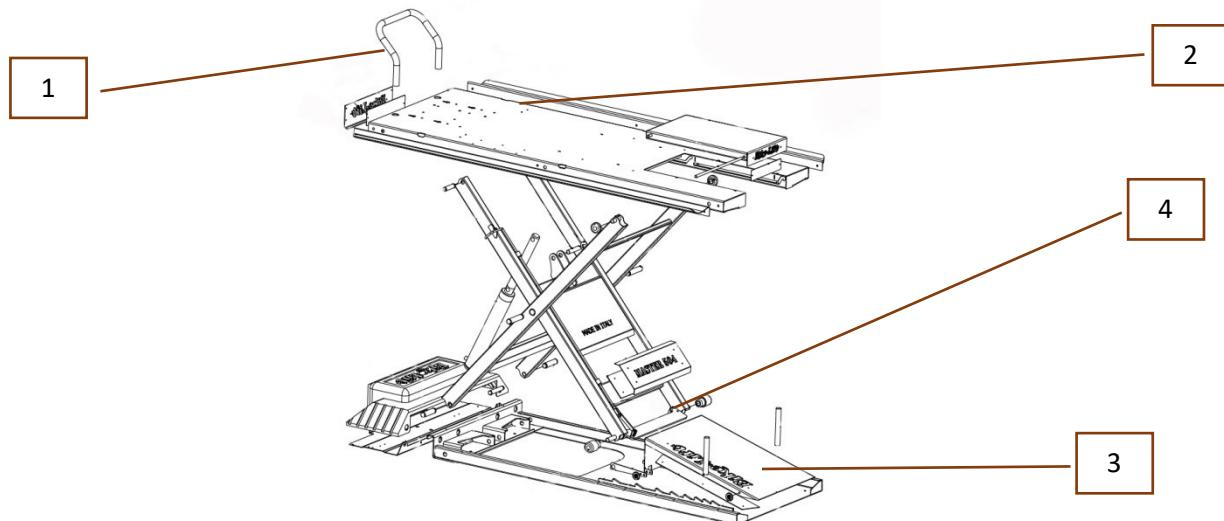

Bild 4 –allgemeines Hebebühnenmodell
Bevor das Fahrzeug auf der Plattform verladen wird, soll zuerst der Radstopper getätigert (Bild 4, [1]), und die Arbeitsebene kontrolliert (Bild 4, [2]) werden, ob diese **vollkommen heruntergefahren** ist.
Mit dem Hebevorgang wie folgt und in Bezug zur verfügbaren Hebeart fortfahren. Sobald die gewünschte Arbeitshöhe erreicht wurde, wird die Hebebühne leicht abgesenkt, um sicherzustellen, dass der Sicherheitsbügel (Bild 4, [4]) in den Sperrblöcken einrastet. Sollte dies nicht der Fall sein, muss die Hebebühne etwas weiter hochgefahren werden, bis der Bügel sich oberhalb des Sperrblocks befindet, der die Hebebühne in der gewünschten Arbeitshöhe absichert.
- 2- Die Hebebühne um ca. 3 cm mittels der Pumpe anheben, den Sichereheitsbügel (Bild 4, [3]) durch den entsprechenden seitlichen Hebel herausnehmen. Die Senkfunktion tätigen;